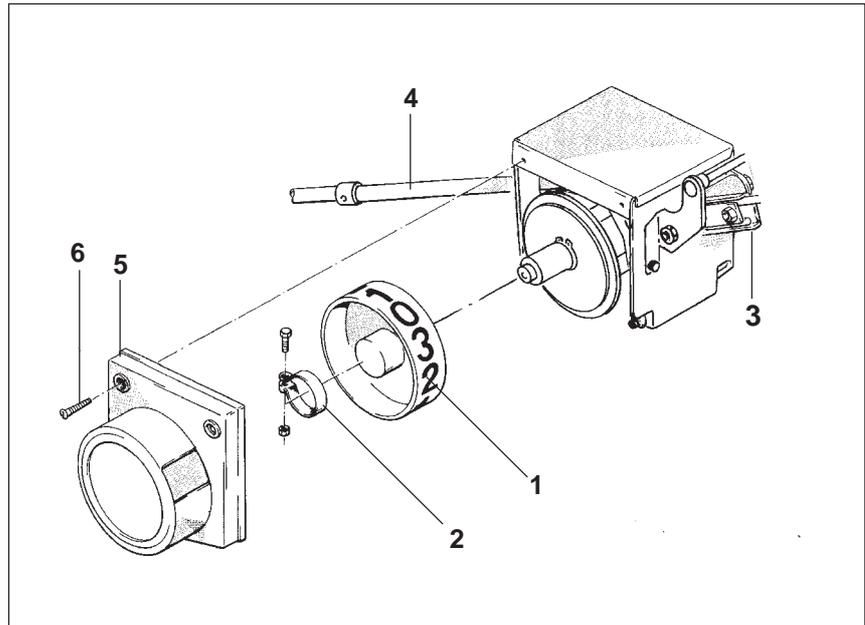

Fig. 26.58
- Anzeigerad (Fig. 26.58/1), wie unter Kap. 26.11 beschrieben, mit neuem Kontrollstreifen versehen und auf dem Teilungsrad mit Hilfe der Schelle (Fig. 26.58/2) vorerst locker befestigen.
- Hebel (Fig. 26.58/3) so oft nach unten drücken, bis das Klemmrohr (Fig. 26.58/4) angezogen und gehalten wird. Schutzdeckel (Fig. 26.58/5) an den Schaltkasten halten und das Anzeigerad (Fig. 26.58/1) so weit verdrehen, bis die Zahl "0" am Fenster des Schutzdeckels zu sehen ist.
- Anzeigerad (Fig. 26.58/1) mit der Schelle (Fig. 26.58/2) festklemmen und den Schutzdeckel (Fig. 26.58/5) mit zwei Blechschrauben (Fig. 26.58/6) befestigen.